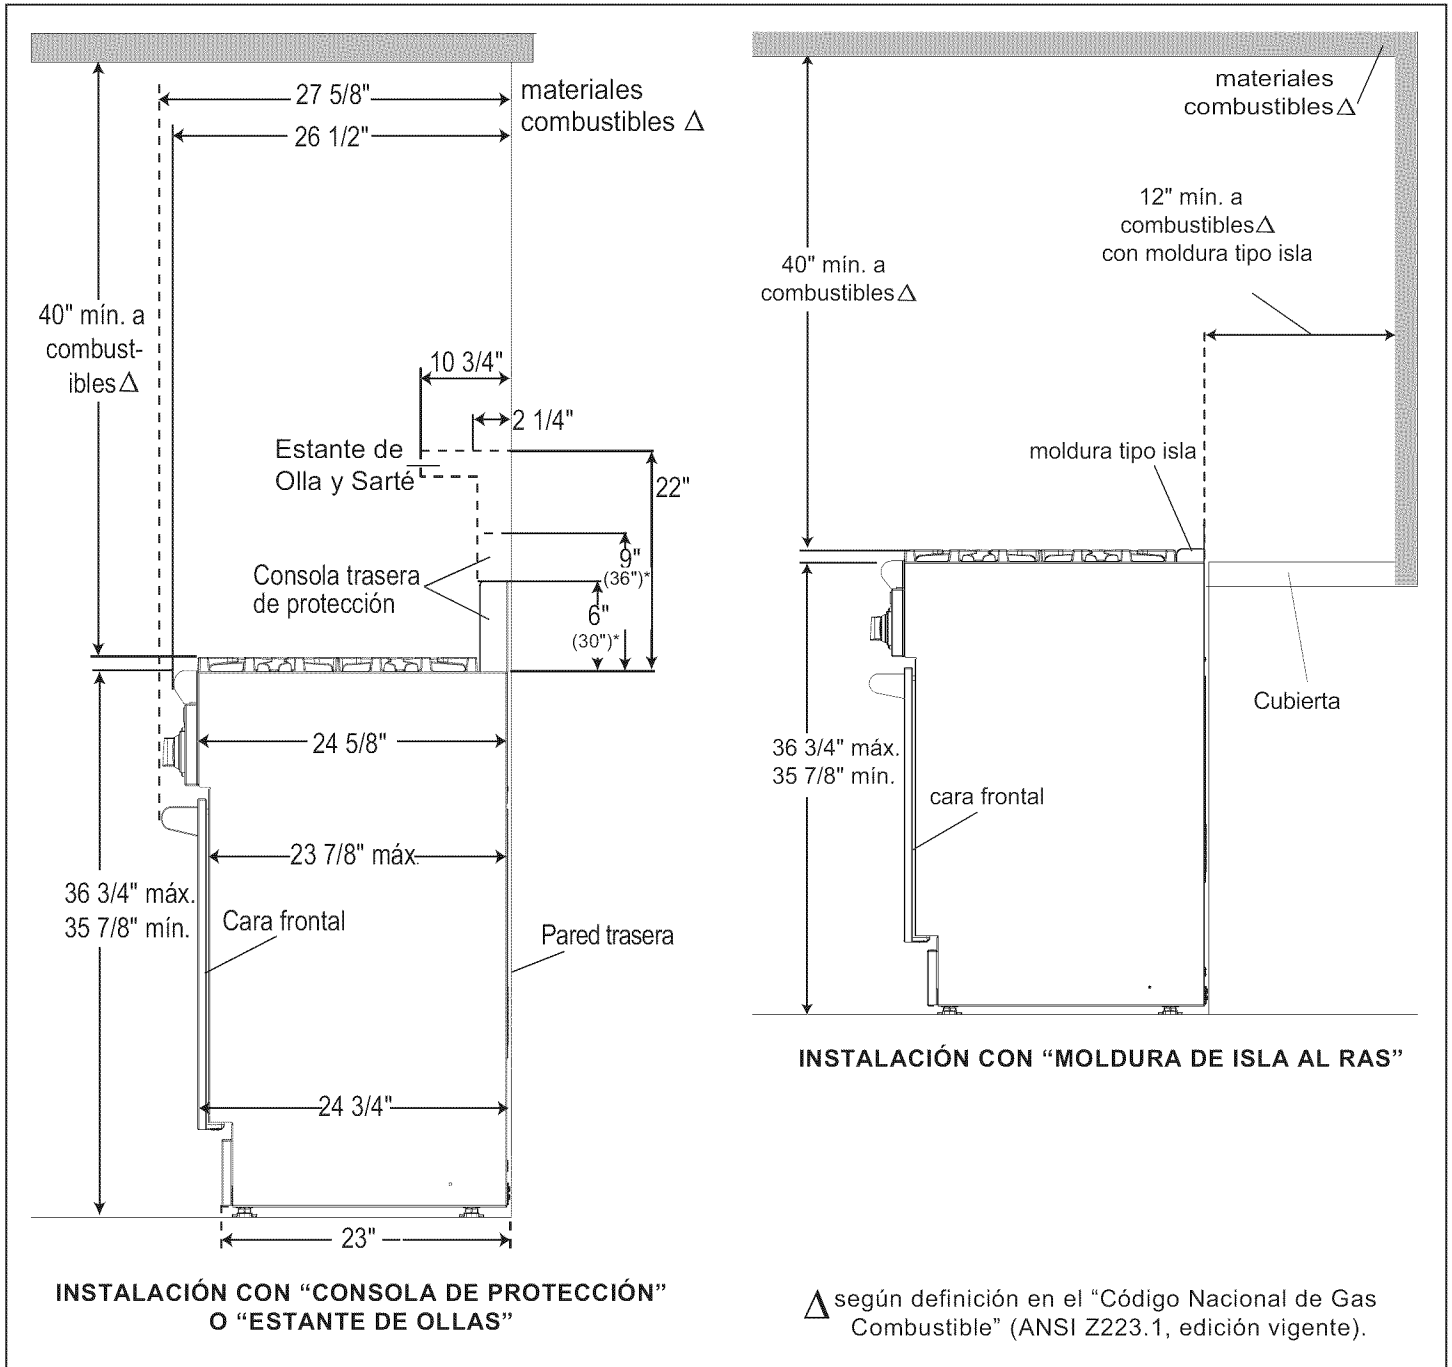

Figura 2: Vista lateral
2. Se pueden empotrar estas estufas en los gabinetes más allá del borde de la cara delantera del horno (Vea Figura 2).
5. Cuando hay menos de 12" de espacio horizontal libre entre el material combustible y el borde trasero de la estufa arriba de la superficie de cocinar, se debe instalar una consola trasera de protección baja o una bandeja para ollas de Thermador. (Vea Figura 2). Cuando el espacio horizontal libre al material combustible Δ es mayor a 12" (30cm), se puede usar una moldura de isla al ras de Thermador. La Figura 2 indican el espacio necesario para cada tipo de consola trasera.
8. La separación mínima de la (10) pulgadas es necesaria cuando la estufa está instalada al lado de una pared combustible.
- La estufa tiene un peso aproximado de embarque como se muestra en la Tabla A. Se necesita quitar las rejillas, la bandeja de la plancha y el bastidor, las tapas de los quemadores, el panel delantero para los pies y las rejillas del horno para facilitar el manejo. Esto reduce el peso como se muestra en la Tabla A. Vea Figura 2 en la página 7. **No quite el conjunto de la plancha.**